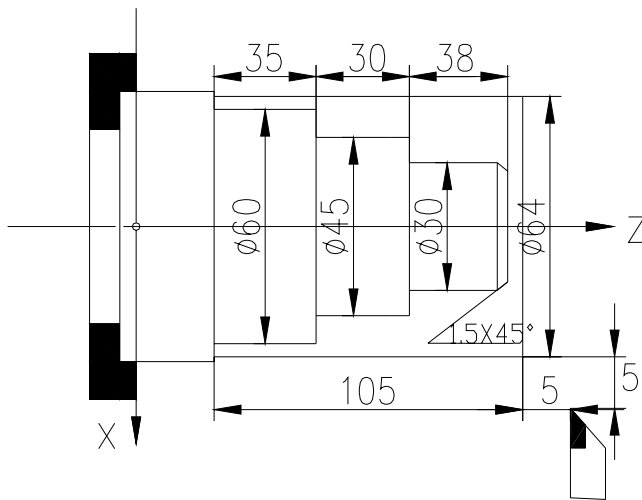

图 7-2 外圆加工示例
**示例 1:** 加工图 7-2 所示工件。棒料： $\Phi 64 \times 105$  mm。1 号刀为粗车刀，2 号刀为精车刀。（G90 内外圆柱面车削循环）。